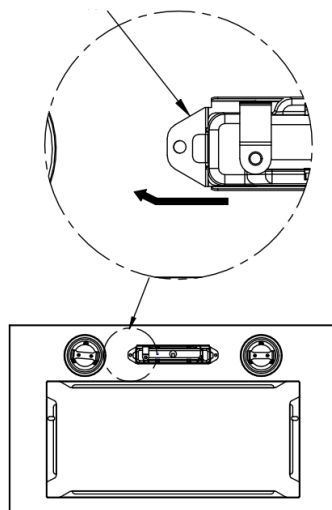

Рис. 6
6. Одной рукой удерживайте кнопку, другой рукой нажмите кронштейн переключателя, а затем выньте блок кнопки. См. рис. 6.